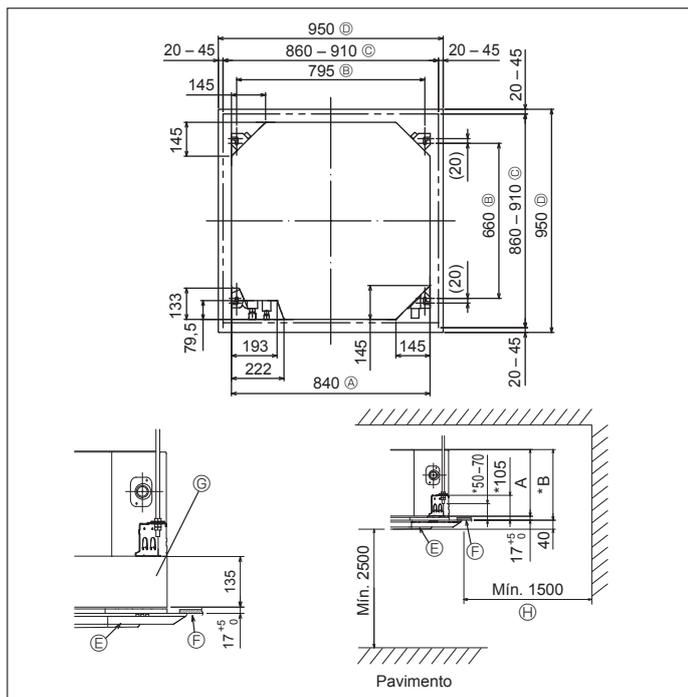

Fig. 3-2
④	Banda (grande)	8
⑤	Banda (pequena)	1
⑥	Bocal de drenagem	1
⑦	Isolação	1
⑧	Porca afunilada 1/4F(RP60)	1
3.2. Localizações das aberturas no tecto e da instalação dos parafusos de suspensão (Fig. 3-2)
* As dimensões da abertura do tecto podem ser reguladas dentro dos limites indicados na Fig. 3-2. Por isso, centre a unidade principal na abertura do tecto, de maneira a que os lados opostos correspondentes aos lados da abertura sejam idênticos.